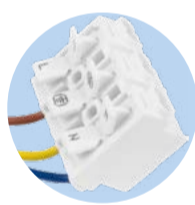

Fig. 7. Borne de connexion pour la pompe de circulation.
- Connectez la pompe de circulation au régulateur à l'aide de la borne électrique d'usine (Fig. 7).